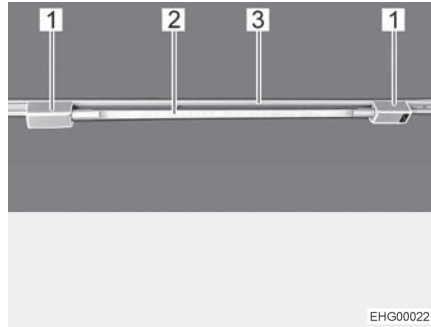

Fig. 36 Tube luminescent
- Placer les deux supports (Fig. 36,1) dans le rail (Fig. 36,3). Tourner pour ce faire les support de 90°.
- Ficher le corps de la lampe (Fig. 36,2) dans un des supports.
- Tourner le corps de la lampe (Fig. 36,2) jusqu'à obtenir l'effet lumineux désiré.